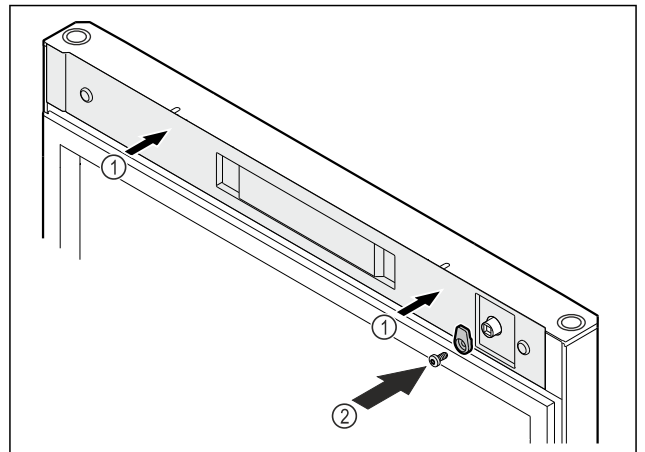

Fig. 55
- Τοποθετήστε το κάλυμμα Fig. 55 (1).
- Βιδώστε το άγκιστρο κλεισίματος Fig. 55 (2).